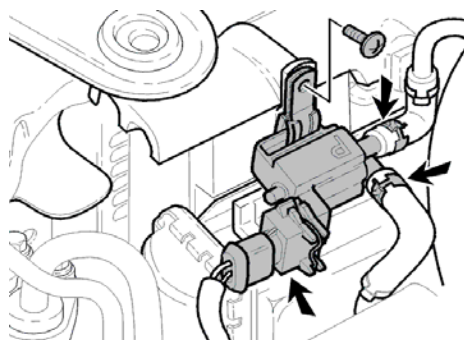

Fig. 8
- Avec la vis préexistante, visser l'électrovanne de purge avec son support contre le radiateur à air du turbocompresseur (Fig. 8). Rebrancher les flexibles et les connecteurs. Veiller à ce que les agrafes des flexibles situés contre l'électrovanne de purge ne frottent pas contre la conduite d'admission d'air du turbocompresseur.